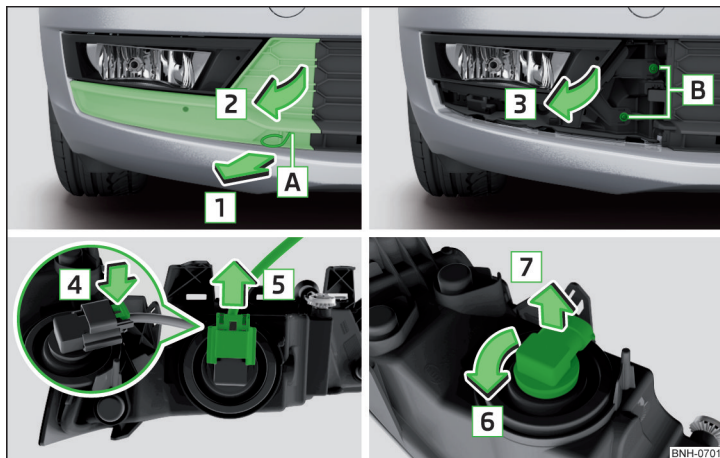

Fig. 281 Retirar el faro antiniebla / cambiar la bombilla
- Introducir en la apertura [A] » fig. 281 el estribo para retirar los tapacubos integrales.
- Monte el faro antiniebla en sentido contrario al de la flecha [3] » fig. 281 y enrósquelo.